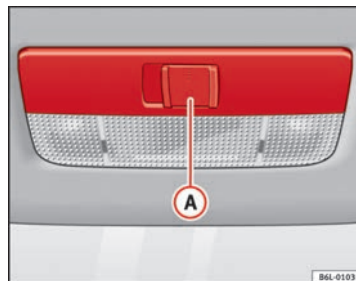

Fig. 61 Rivestimento interno del tetto: illuminazione anteriore dell'abitacolo
Con l'interruttore (A) ⇒ fig. 61 si possono selezionare tre diverse modalità:
Fare scorrere l'interruttore nella posizione O ⇒ fig. 61.